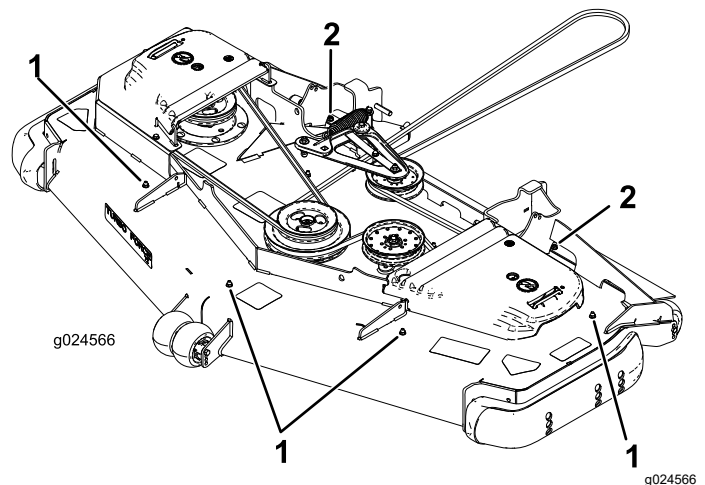

Figura 1
7. Retire os quatro parafusos de cabeça sextavada (5/16 pol. x 3/4 pol.) e quatro porcas flangeadas (5/16 pol.) tapando os furos de montagem expostos na plataforma e fixação da pala do pneu interior de cada lado (**Figura 1**).